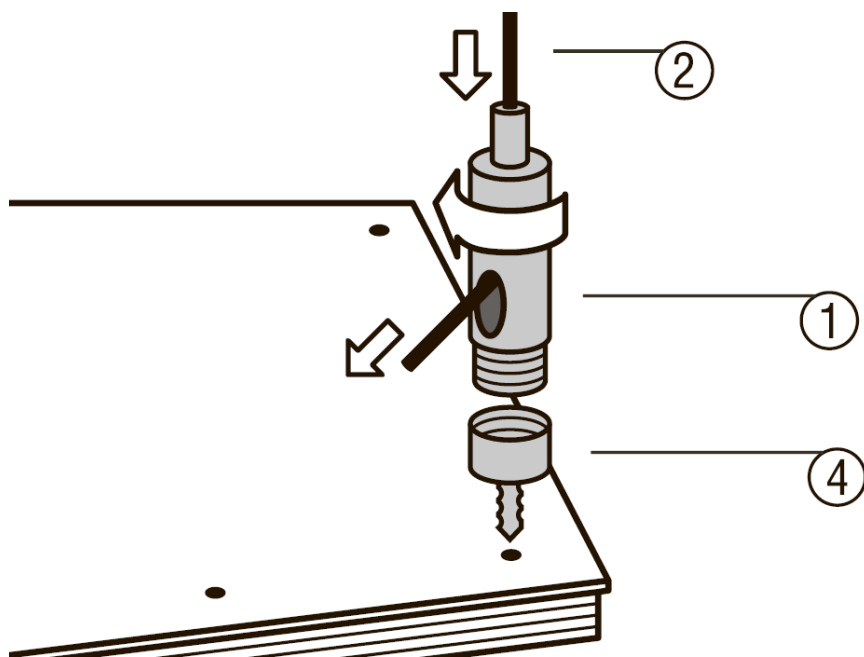
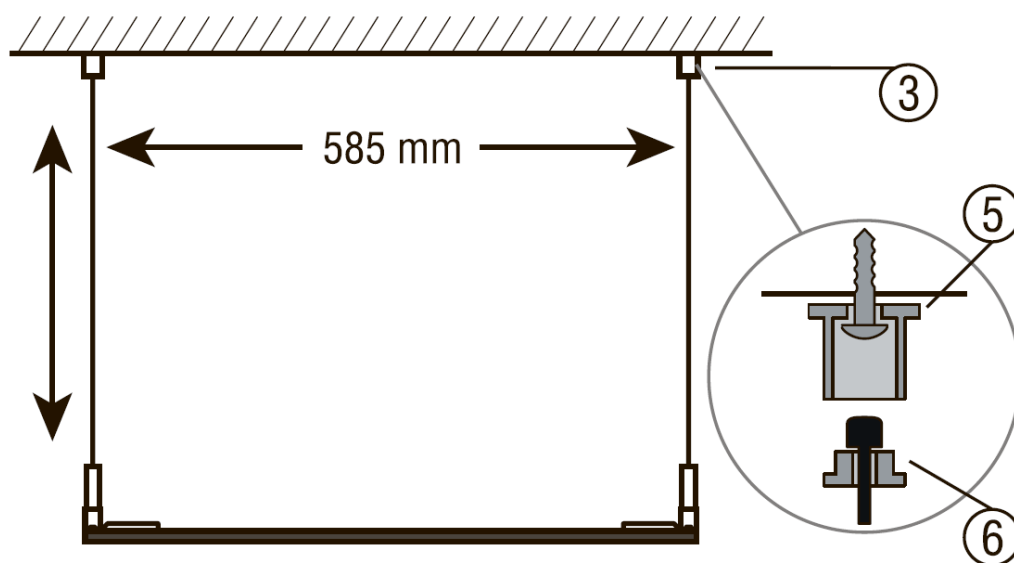

Рис.5
Рис. 6
Установите 4 фиксатора троса по одному на каждый угол панели. Установите нижнюю часть фиксатора троса (4) на корпус панели с помощью винтов, Рисунок 5. Соедините верхнюю часть фиксатора троса (1) с нижней (4). Вставьте трос в нижнюю часть держателя троса (6), Рисунок 6. Нижний конец троса вставьте в фиксатор, предварительно нажав на стержень зажима, расположенный на конце фиксатора, и протяните трос через верхнее отверстие фиксатора, Рисунок 6. Пропустите трос через отверстие нижней части держателя и соедините обе части.
Подготовьте 4 отверстия в потолке на расстоянии 585 мм между центрами, Рисунок 6. Закрепите 4 верхние части держателя троса (5) на потолке при помощи саморезов. Отрегулируйте необходимую высоту подвеса светильника и зафиксируйте трос в декоративной панели при помощи зажима. Подключите питание к драйверу.